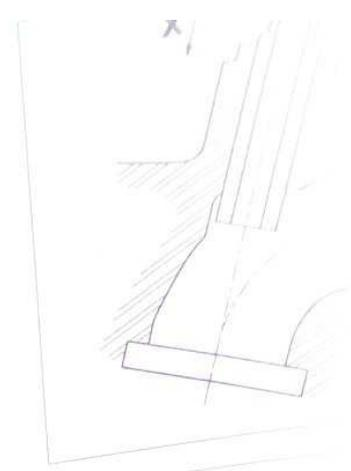

FIG. 4
- Déplacement du guide/siège du ressort (X) (mm) (Fig. 4) :